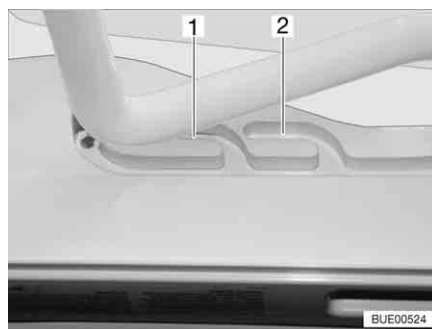
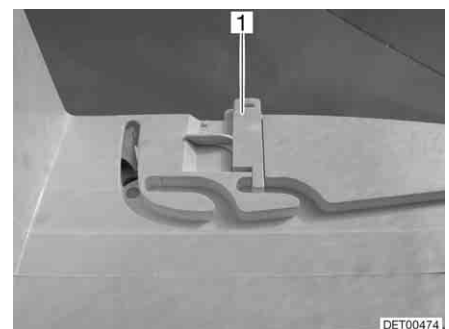

Bild 89 Heki-takluckan i ventilationsläge
Bild 90 Lås ventilationsläge
Heki-takluckan kan ställas i två ventilationslägen: Läget för dåligt väder (Bild 89,1) och mittläget (Bild 89,2). Beroende på modell kan takluckan låsas i mittläget med de båda spärrarna (Bild 90,1) till höger och vänster om ramen till takluckan.
- Tryck bygel lätt uppåt och skjut in den i det valda spåret (Bild 89,1 eller 2) och lås eventuellt.